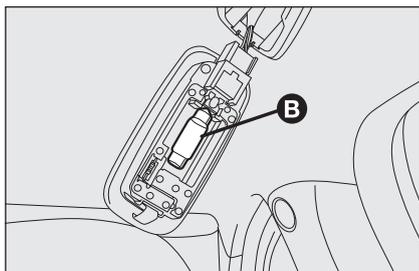

fig. 41
- sustituya la lámpara **B**-fig. 41 descajándola de los contactos laterales y asegúrese de que la nueva lámpara quede bloqueada correctamente entre los contactos.